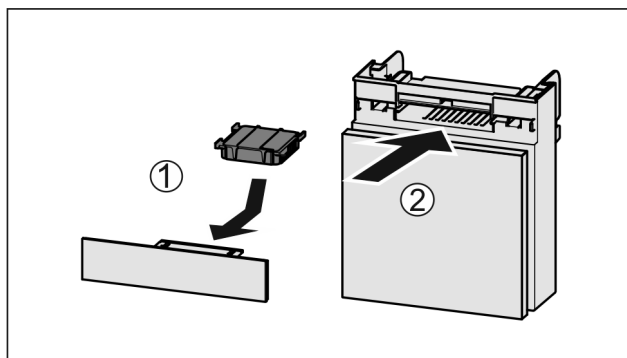

Fig. 194
- ▶ Aktivkohlefilter nach Abbildung einsetzen Fig. 194 (1).
- ▶ Fach einschieben Fig. 194 (2).